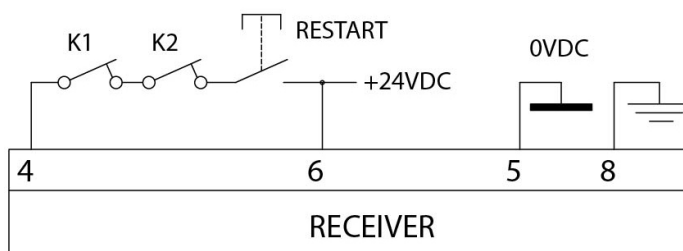

Figura 20 – Manuale con controllo K1K2
| K1_K2/restart (PIN 4) connesso a : 24VDC (attraverso pulsante di RESTART e serie contatti N.C. di K1K2) | SEL_A (PIN 5) connesso a : 0VDC | SEL_B (PIN 6) connesso a : 24VDC | MANUALE con controllo K1K2 (Figura 20) |
-  Nel caso di funzionamento manuale, inoltre si rende necessaria la presenza del pulsante di RESTART in serie ai contatti N.C. (feedback) dei contattori esterni K1/K2 (Figura 20).